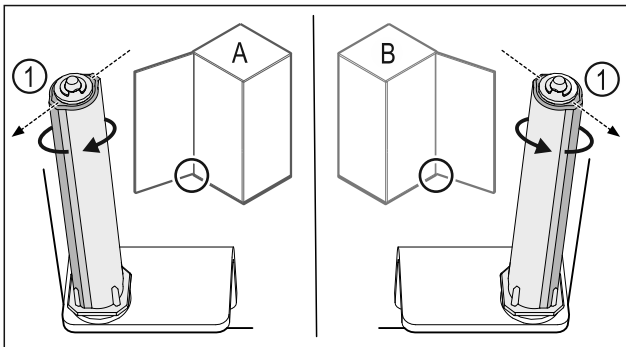

Fig. 38 Butée à gauche (A) / butée à droite (B)
- Tourner le système de fermeture contre la résistance jusqu'à ce que son arête Fig. 38 (1) pointe vers l'extérieur.